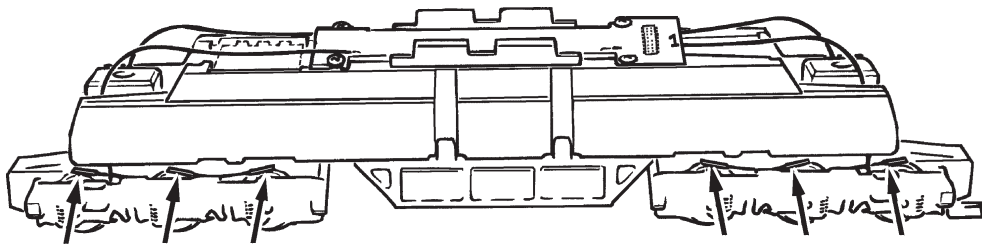

Fig. 5
**Aufrüstung:** Sie können für Ihren Fahrbetrieb unter verschiedenen Kupplungen wählen (Fig. 5). Wir empfehlen den Einsatz der **ROCO-Kurzkupplung**. Im beigelegten Zurüstbeutel finden Sie auch kleine vorbildgetreue Steckteile für eine erweiterte Aufrüstung Ihres Modells (Fig. 5), die Sie bitte **vorsichtig montieren. Achtung!** Kleben nur mit ausdrücklichem Hinweis.
**Fittings:** Operation is possible with different couplings (fig. 5). We recommend using the Roco close coupling. In the enclosed accessory bag you will find small kits to be fitted on your locomotive. Please **mount them cautiously**.
**Les attelages:** En vue d'une exploitation pratique sur votre réseau vous pouvez choisir parmi plusieurs types d'attelages conformes aux différents systèmes d'attelage pratiqués en H0 (voir fig. 5). Nous vous recommandons l'emploi de **l'attelage court Roco**. Le sachet joint comprend entre autres des petites pièces de finition conformes à la réalité et **à rapporter avec précaution** par le modéliste (fig. 5), si désiré. **Attention:** N'utilisez de la colle qu'aux endroits expressément indiqués aux dessins!